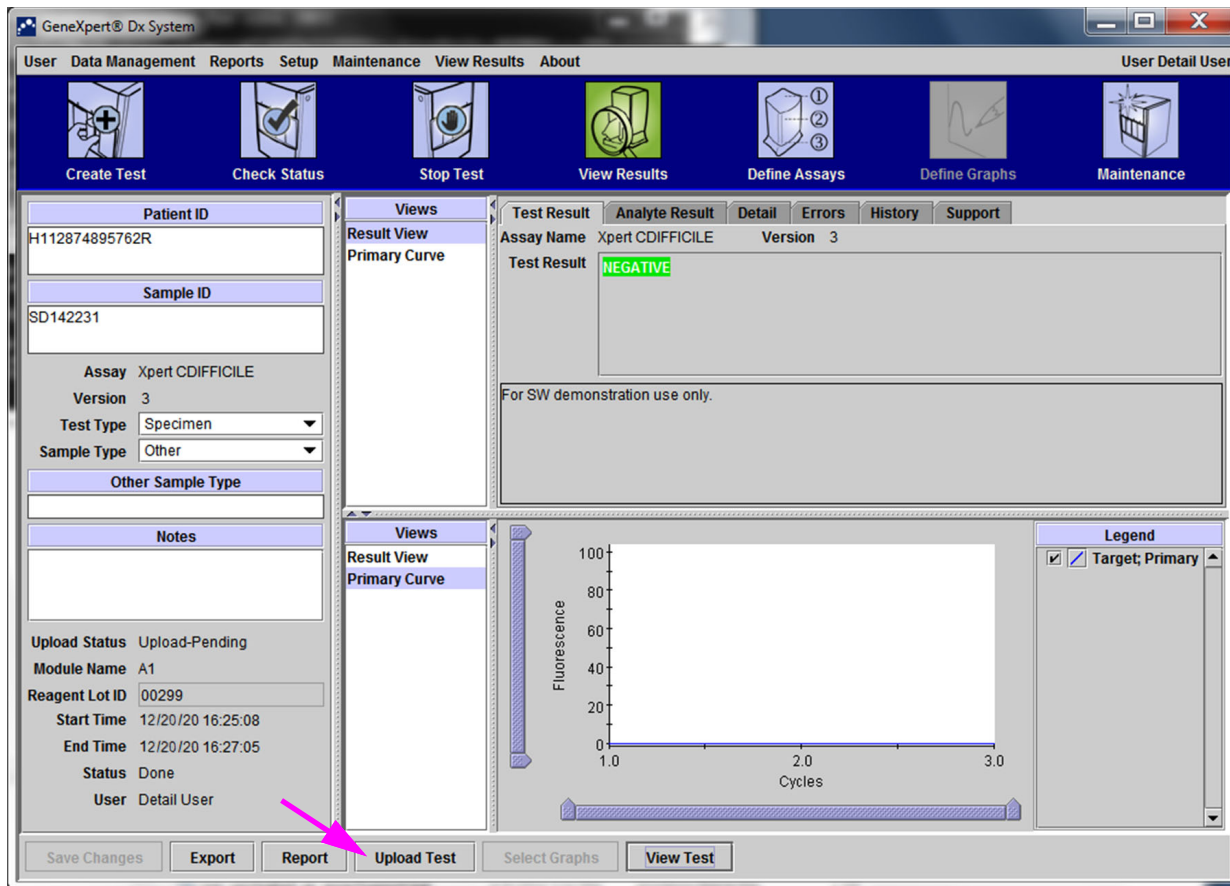
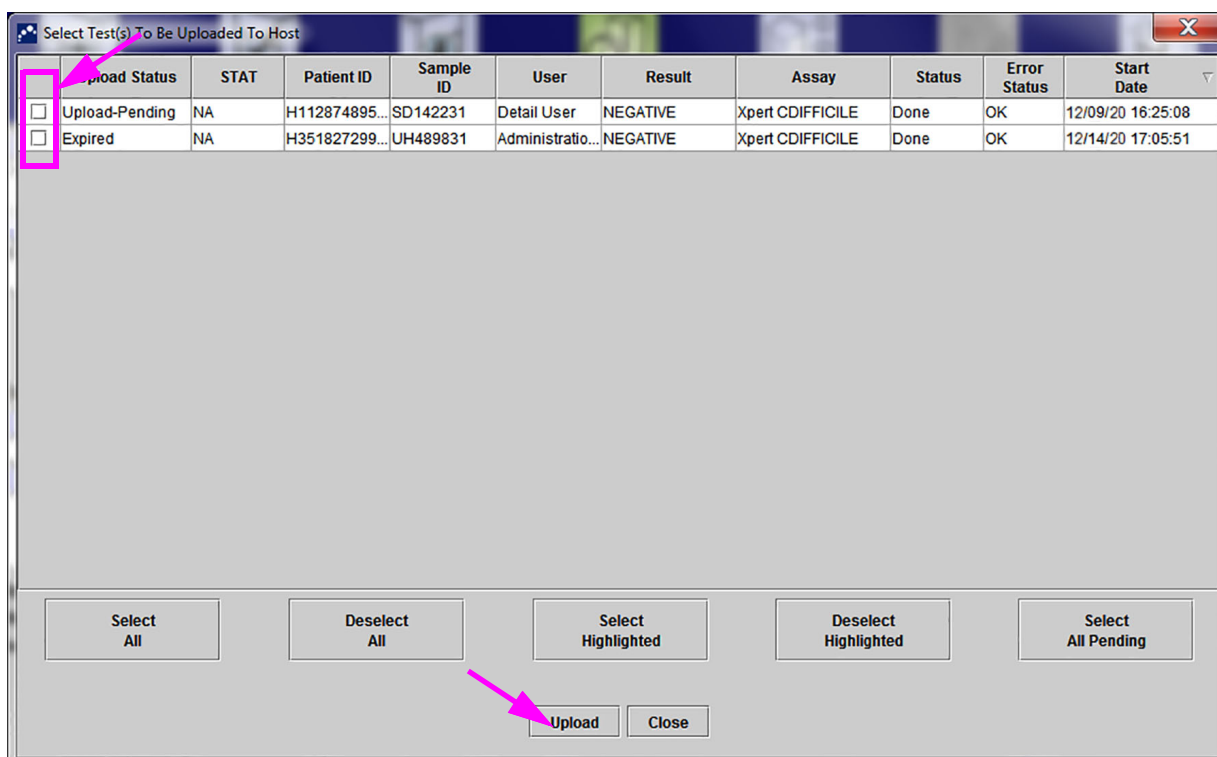

Figura 5-99. Încărcare gazdă afișată în zona Informații test din fereastra Vizualizare rezultate
Figura 5-100. Fereastra Selectare test(e) de încărcat în gazdă
După finalizarea testului, rezultatul va fi încărcat automat. Starea încărcării este afișată în zona Informații test (Test Information) din fereastra Vizualizare rezultate (View Result). Consultați Figura 5-99.
2. Faceți clic pe **Încărcare test (Upload Test)** în fereastra Vizualizare rezultate (View Results) (consultați Figura 5-99). Apare fereastra Selectare test(e) de încărcat în gazdă (Select Test(s) To Be Uploaded To Host), afișând testele finalizate. Consultați Figura 5-100.